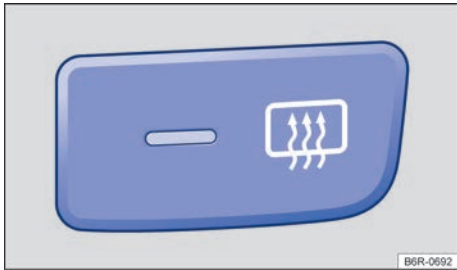

Fig. 99 En la consola central: botón del desempañador de la luneta.
- Presionar el botón → fig. 99 para encender el desempañador de la luneta.